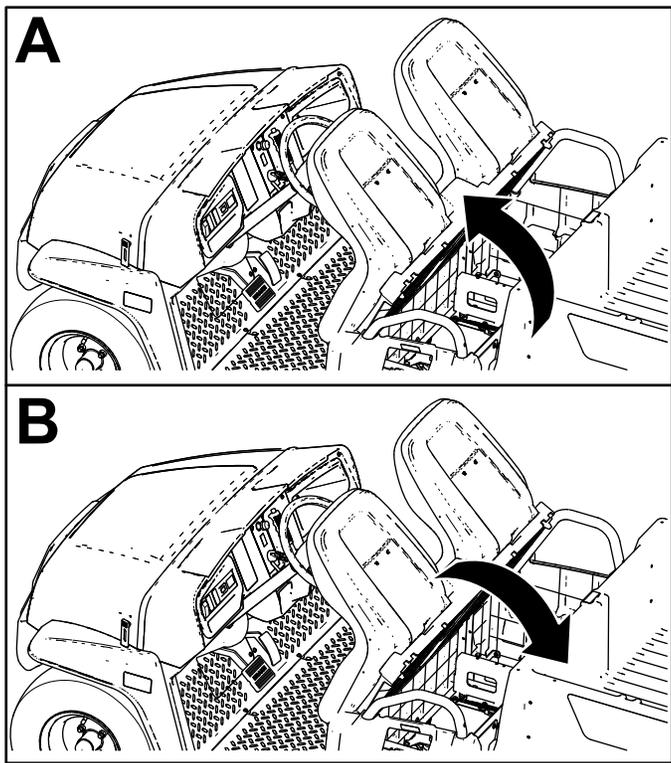

图 27
要升起座椅组件将其向前推直至依靠到方向盘上图 27。
要放下座椅组件将其向后推直至回到原来的位置图 27。
1. 将座椅组件向前推到升起位置图 27。